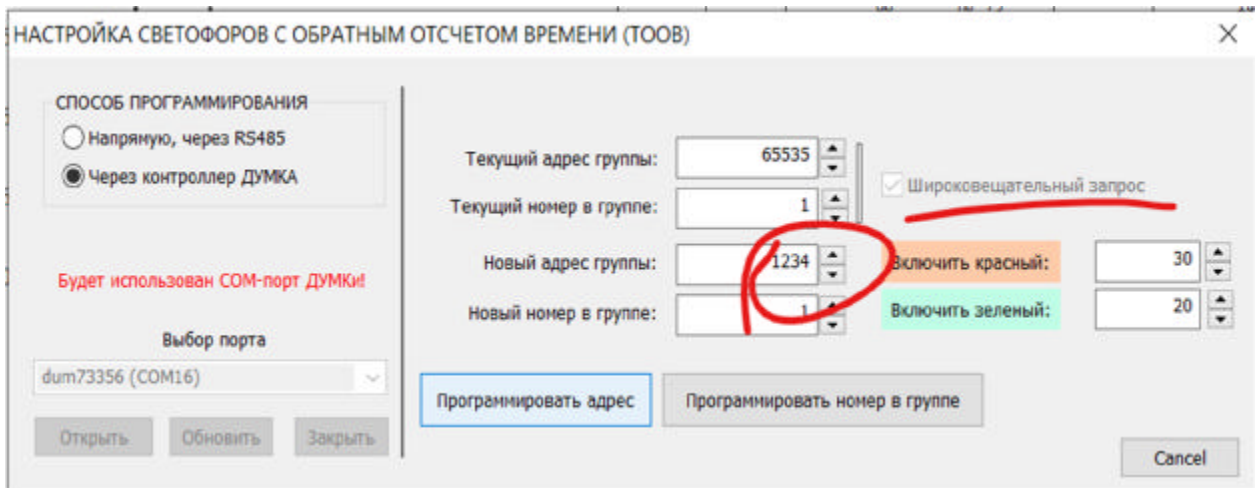

Рис. 2.5. Вкладка «Настройка светофоров с обратным отсчётом времени».
Настройка блока GSM (после его монтажа с антенной на плате модуля процессорного, установки SIM-карты и определения в конфигурации периферии) производится во вкладке Сервис/Настройка модуля GSM - рис. 2.5 с помощью загрузки необходимого проекта и задания UIN-адресов для подключения к STP-серверу.
6. Выходы RS-485 процессора могут использоваться для организации управления пешеходными светофорами с использованием табло обратного отсчета времени (ТООВ). Линия связи - экранированная витая пара, полудуплекс, скорость передачи 115200 бод, конфигурация: "цепочка" с согласованием на 2 концах, либо "звезда" с согласованием со стороны дорожного контроллера, не превышая суммарной длины линии связи. Каждое табло светофора имеет 2 адресных параметра - идентификатор (номер) группы 0...65534, и номер в группе 1...8. Табло с одинаковыми идентификаторами группы образуют группу. Каждое табло группы должно иметь уникальный номер. Это позволяет обращаться как к группе табло, так и к каждому отдельному табло. Назначение идентификаторов (номеров) для светофоров как при их производстве, так и после монтажа на перекрестке можно с помощью операций на вкладке Сервис/Настройка светофоров с ТООВ – рис. 2.5.